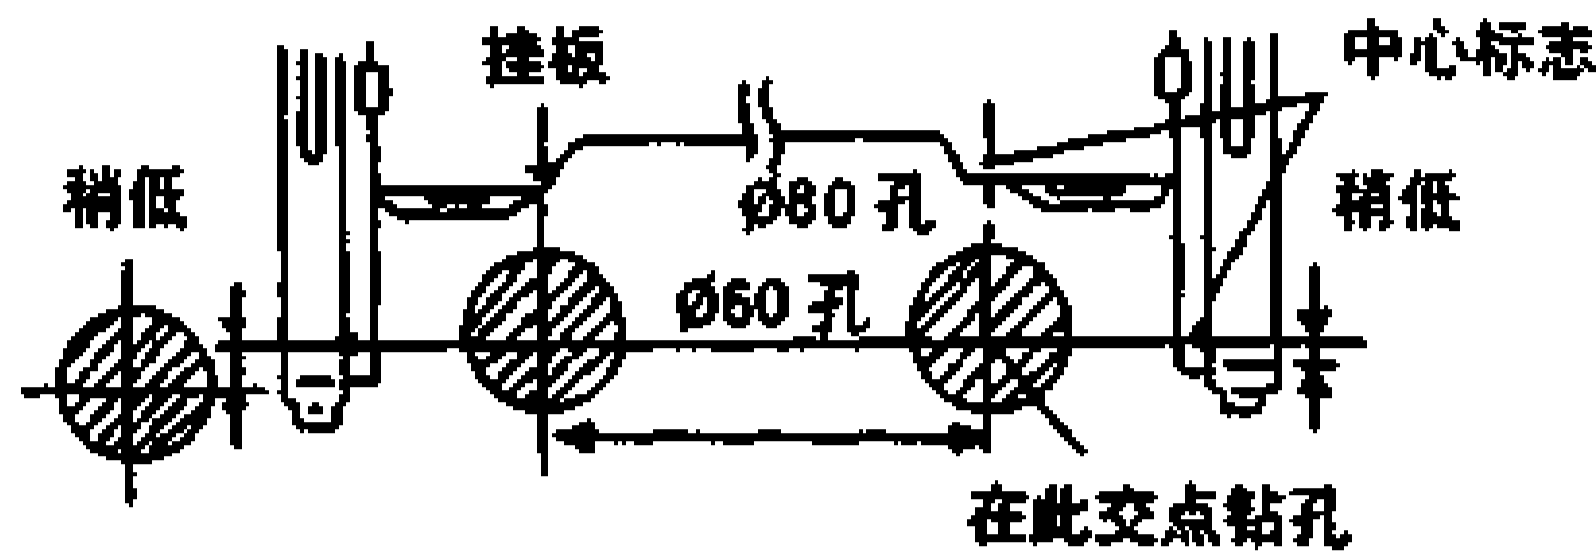

图 14-2-5
1) 在图 14-2-5 所示位置钻一直径 $\Phi 65\text{mm}$ 的孔，或 $\Phi 80\text{mm}$ 的孔（对 KF (R) -45G、KF (R) -65G 而言）。
- 3) 对于后边出管，在图 14-2-5 所示位置处钻一稍低的孔，以便能自由排水。